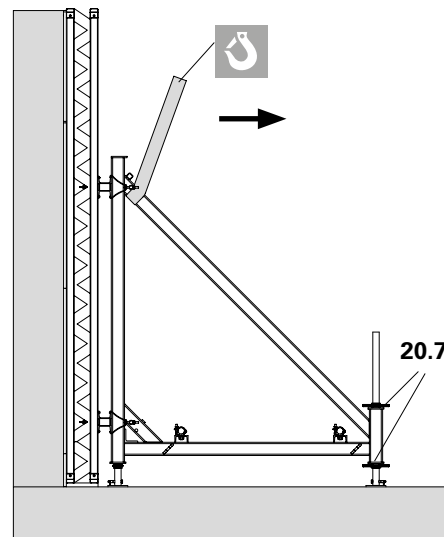

Fig. E2.03
- SB-1: con ghiera di regolazione (20.7). (Fig. E2.03)